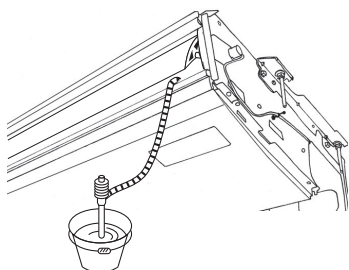

Fig. 5-3
1. Postavite spojni priključak ⑤ isporučen s jedinicom na odvodni otvor na jedinici uporabom vinil-kloridnog ljepila.
2. Pričvrstite poklopac priključka ⑥ isporučen s jedinicom na spojni priključak ⑤.
3. Spojite završetak odvodne cijevi (VP-20) na spojni priključak ⑤ uporabom vinil-kloridnog ljepila.
4. Omotajte poklopac odvodne cijevi ⑦ koji se isporučuje s jedinicom. (Obljepiti spoj)
- Ⓒ Poklopac priključka ⑥
- Ⓓ Spojni priključak ⑤
- Ⓔ Poklopac odvodne cijevi ⑦
5. Provjerite ispravnost odvodnje. (Fig. 5-3)